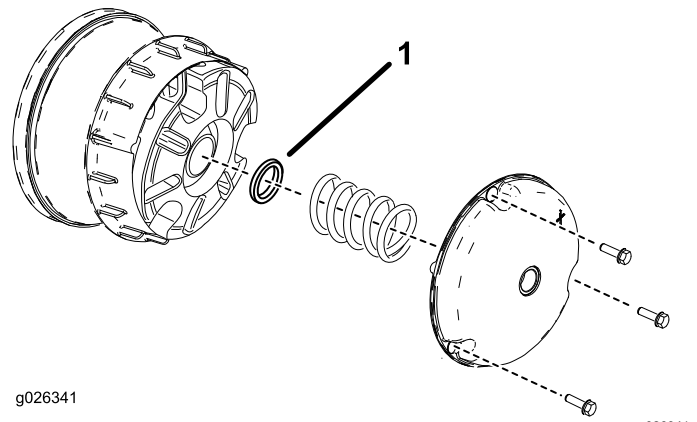

Figura 61
2. Scoateți uruburile care fixează capacul ambreiajului primar aa cum se arată în Figura 61.